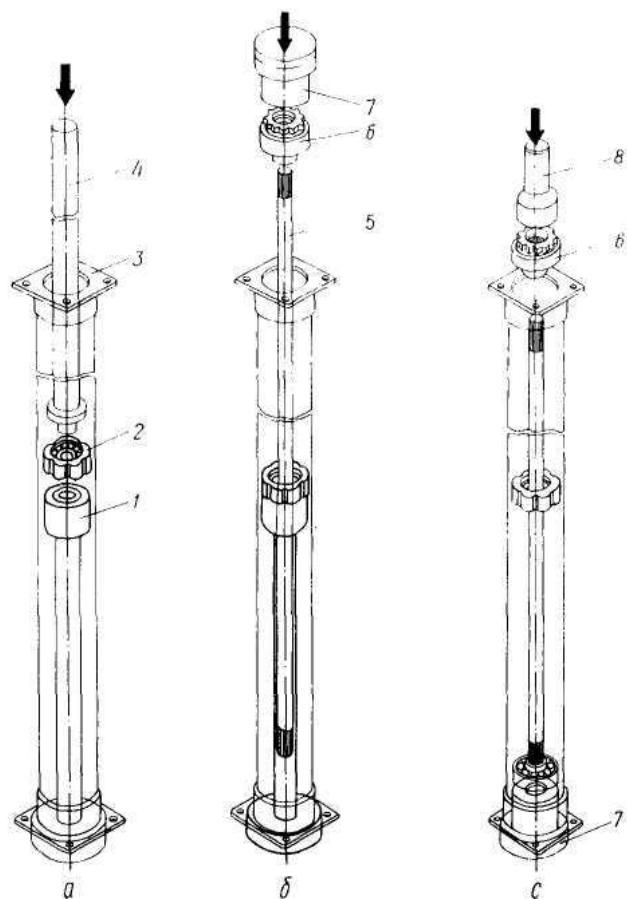

Рис. 148. Сборка приводного вала:
- установите кожух 3 (рис. 148) на подставку 1. С помощью оправки 4 запрессуйте подушку* в сборе со средним подшипником 2 до упора о подставку (размер от фланца кожуха до подушки при этом должен быть 528 мм);